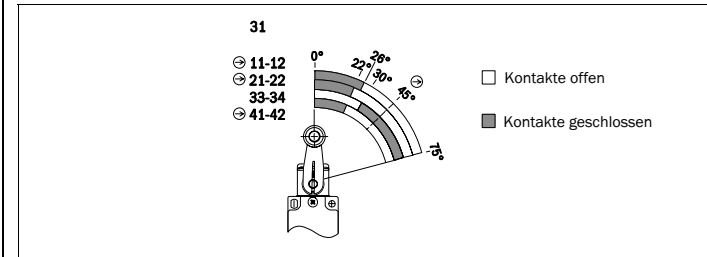

Abb. 4: Schaltwegdiagramm
- Kontaktbelegung siehe Abb. 4.